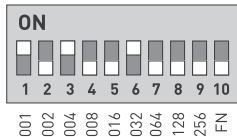

Рисунок 2.
- Пример 1. Требуется установить DMX-адрес 001. Для этого нужно перевести переключатель 1 в положение «ON» (см. Рис. 2) Остальные переключатели должны оставаться в положении «OFF».
- Пример 2. Требуется установить DMX-адрес 037. Для этого нужно перевести переключатели 1, 3 и 6 в положение «ON» (см. Рис. 2) Этим переключателям соответствуют числа 001, 004 и 032, сумма $1+4+32=37$.